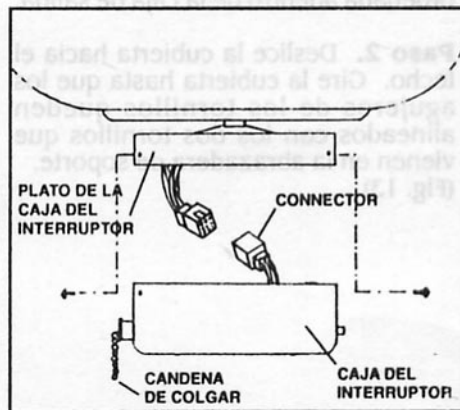

FIG. 16
Paso 1. Saque los tornillos del plato de la caja del interruptor. Mientras sujeta la caja del interruptor, una los conectores firmemente. Después, deslice la caja del interruptor contra el plato y hágalo girar hasta que los agujeros de los tornillos queden alineados. Asegure la caja del interruptor al plato usando los tornillos que saco anteriormente. (Fig. 16)
Paso 2. Monte la perilla de la cadena de jalar en caja del interruptor. (Fig. 16)